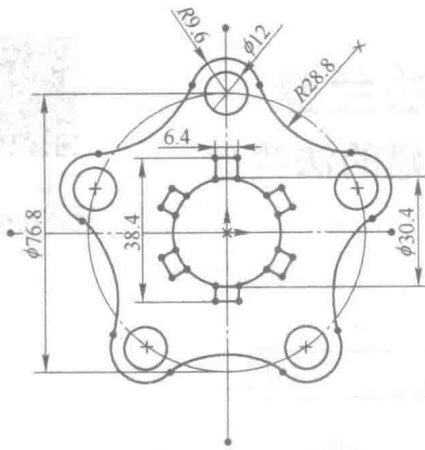

图 2-7 圆周阵列 3 条直线
(7) 单击草图栏上的“圆周阵列”按钮 ，系统弹出“圆周阵列”属性管理器。同时选中三条短直线为“要阵列的实体”，实例数为 6，单击“确定”按钮  完成圆周阵列操作。同时将经过圆周阵列操作所得到的 10 条直线端点与 $\phi 30.4$ 圆添加“重合”几何关系，并标注尺寸 38.4，结果如图 2-7 所示。